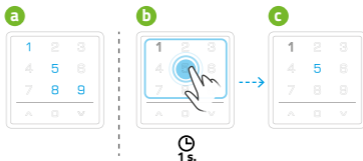

Abb. 9.1
1. Aktivierung durch Berührung mit einem Finger in dem numerischen Feld. In diesem Modus wird der Kanal aktiviert, der berührt wurde. Die Fernbedienung auf die Bedienung dieses Kanals oder auf das Wählen eines anderen Kanals warten - **Abb. 9.1**.